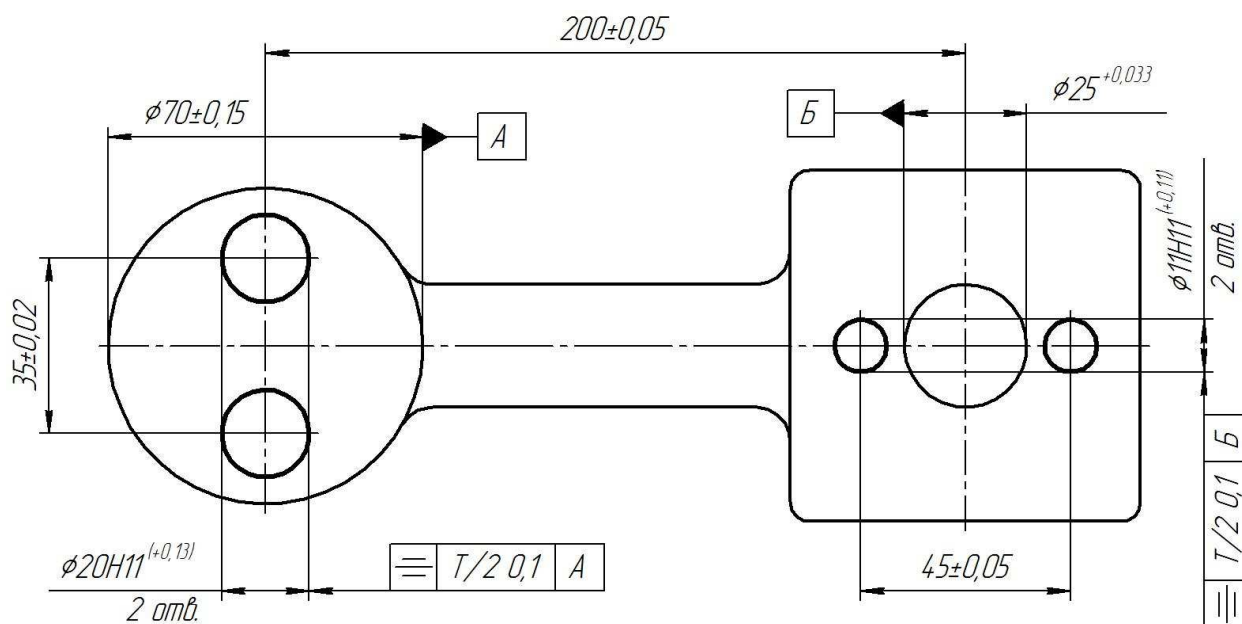

Рис. 1 – Операційний ескіз оброблення чотирьох отворів
1. На рис. 1 наведено операційний ескіз переходу для свердління чотирьох отворів через кондукторні втулки. На рис. 2 наведена схема встановлення шатуна в пристрої. Кондукторна плита має жорсткий зв'язок з корпусом пристрою.